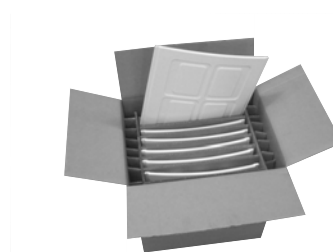

Figure 2 - Exemple d'emballage pour carreaux en céramique
- L'autre contient la céramique (fig.2), dans ce cas l'emballage sera unique avec la structure (le carton avec les céramiques sera superposé à l'emballage avec la structure)